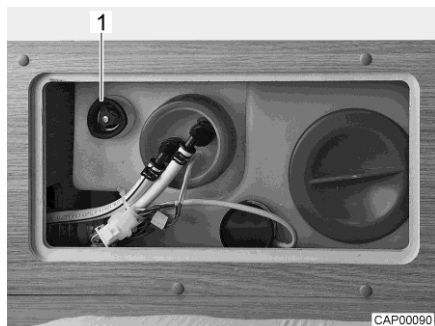

Bild 96 Vattentank med ratt
- Vrid ratten (Bild 96,1) på vattentanken moturs mot motståndet till stoppläget för att öppna utloppsöppningen helt.